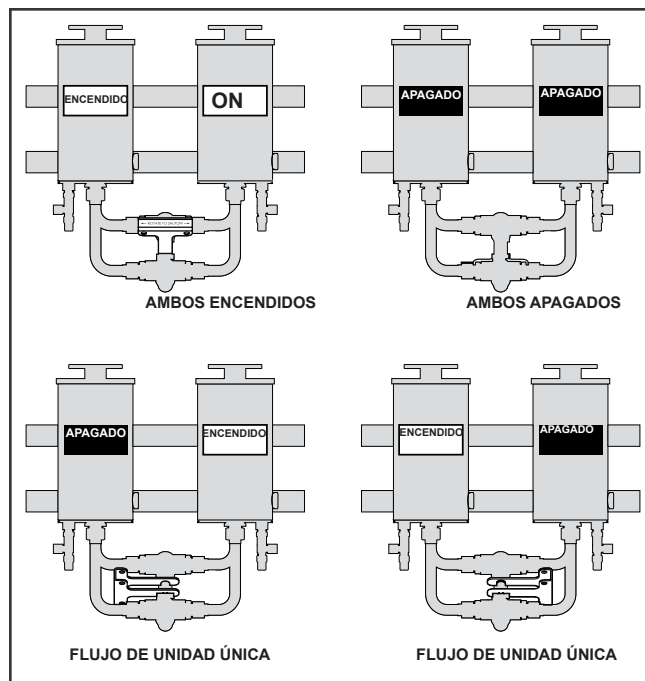

Figura 4 - Operación de la Válvula
1. Para el flujo de la unidad única, gire la palanca de la válvula hacia la izquierda o hacia la derecha, dependiendo de la unidad que será utilizada. (Gire la palanca hacia la izquierda o hacia la derecha) Vea la Figura 4.
2. Para el flujo de la unidad doble, gire la palanca de la válvula 180° a partir de la posición de bloqueo. (Gire la palanca hacia delante) Vea la Figura 4.
3. Para bloquear el flujo, gire la palanca de la válvula 180° a partir de la posición de flujo doble. (Gire la palanca hacia atrás) Vea la Figura 4.